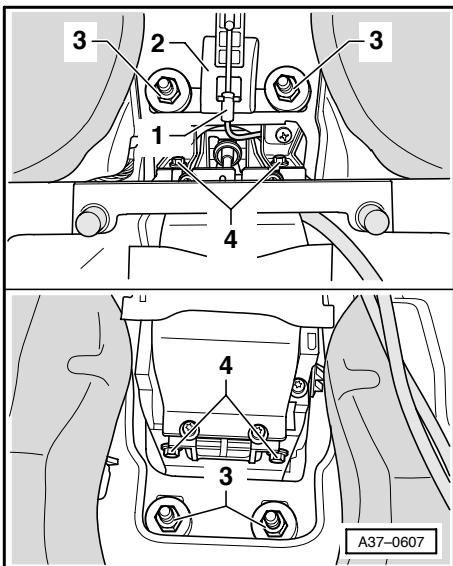

图 2 换档操纵机构与中控台盖板安装位置的说明
- ◆ 请注意换档操纵机构与中控台盖板安装位置的说明 ⇒ 图 2